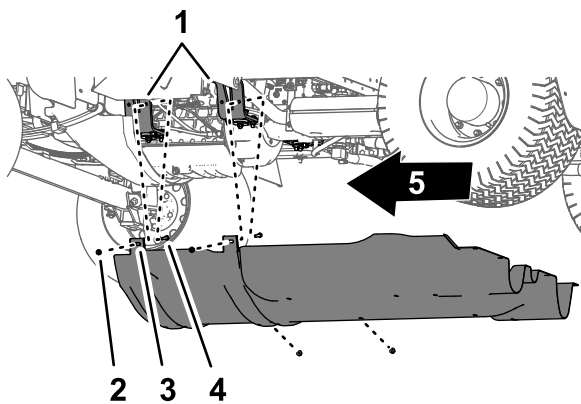

Bild 68
- Nehmen Sie die vier Sicherungsbundmutter (5/16") von den Schrauben und der Schlossschraube ab, mit denen die Befestigungsösen der Fahrwerkabdeckung an den Befestigungshalterungen des Motors der Maschine befestigt sind (Bild 68).
- Nehmen Sie die Fahrwerkabdeckung von der Maschine ab (Bild 67 und Bild 68).
- Fluchten Sie die Fahrwerkabdeckung mit dem unteren Chassis der Maschine aus, siehe Bild 68 in Entfernen der Fahrwerkabdeckung (Seite 56).
- Schieben Sie die Befestigungsnasen der Fahrwerkabdeckung über die Schrauben und die Schlossschraube an den Motorbefestigungshalterungen der Maschine, siehe Bild 68 in Entfernen der Fahrwerkabdeckung (Seite 56).
- Befestigen Sie die Fahrwerkabdeckung mit den vier Sicherungsbundmutter (5/16"), die Sie in Schritt 2 von Entfernen der Fahrwerkabdeckung (Seite 56) entfernt haben, an den Befestigungshalterungen des Motors (Bild 68).